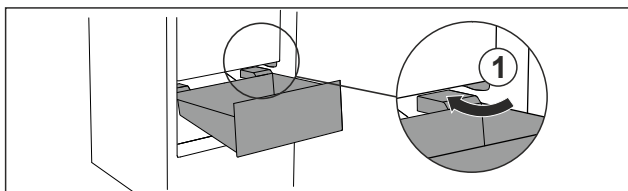

Fig. 94
- ▶ Vezesse el a fiókot ferdén az ütközők Fig. 94 (1) körül.